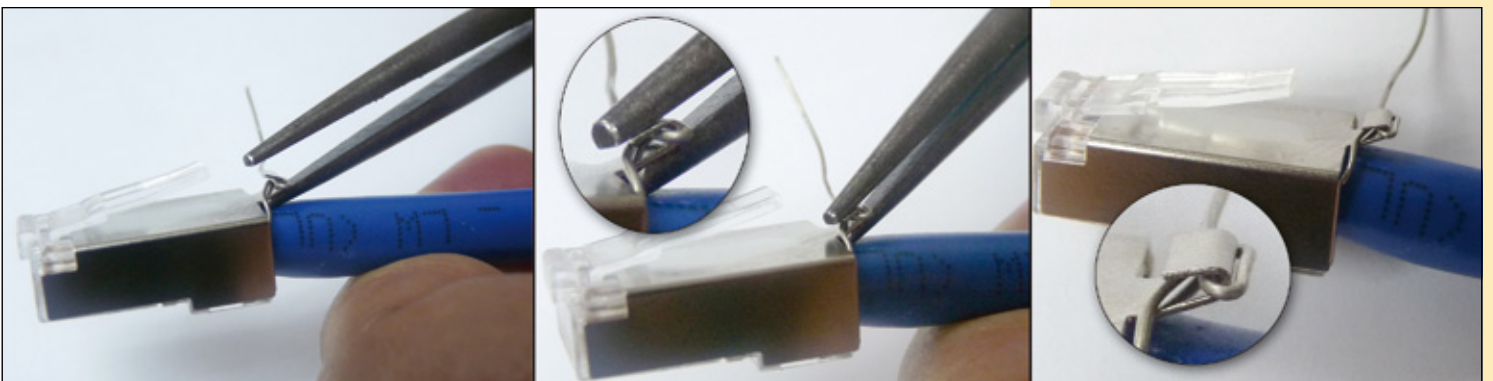

Figura 23
- 18 Proceda a comprimir la pestaña de aterramiento con ayuda de una pinza, tal como se muestra en las imágenes de la Figura 23.